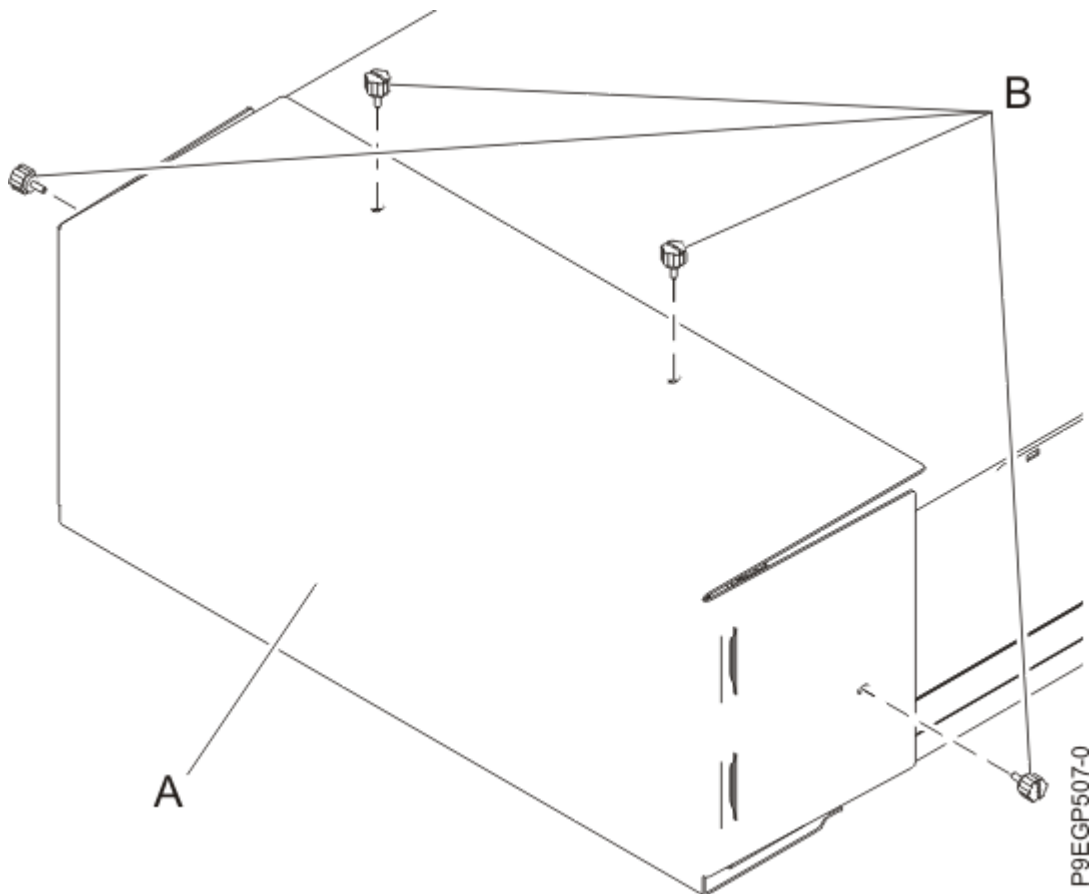

图 7: 卸下装运盖
2. 取下用于将运输盖 (A) 固定到抽屉后部的四个翼形螺钉 (B)，如图所示 第 10 页的图 7。取下装运盖。